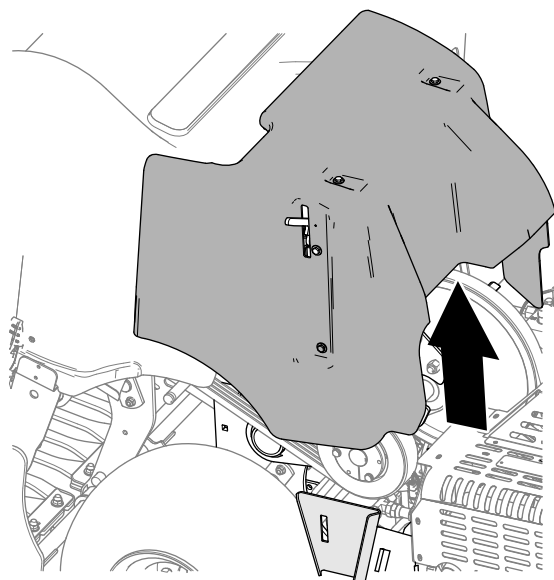

Figura 143
3. Sollevare il copricinghia dalla macchina (Figura 143).